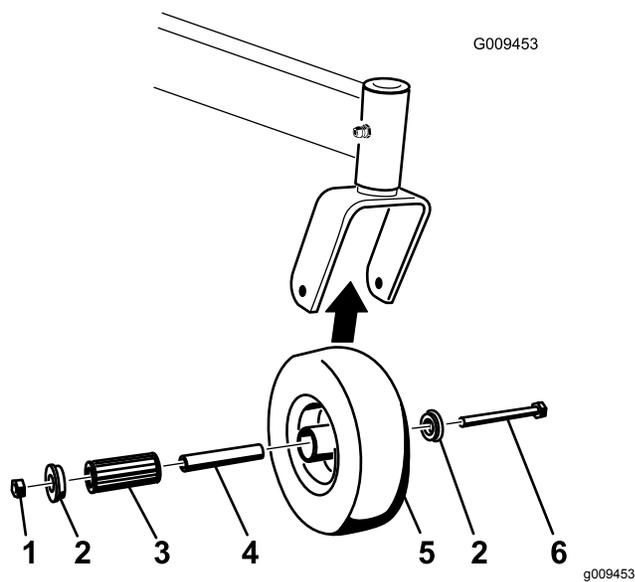

Figura 61
1. Retire la contratuerca y el perno que sujetan la rueda giratoria a la horquilla (Figura 61).
2. Retire un casquillo, y tire del casquillo intermedio y del cojinete de rodillos para sacarlos del cubo de la rueda (Figura 61).
3. Retire el otro casquillo del cubo de la rueda y limpie la grasa y la suciedad del cubo de la rueda (Figura 61).
Nota: Repare o cambie cualquier pieza dañada o desgastada (Figura 61).
5. Coloque un casquillo en el cubo de la rueda (Figura 61).
6. Engrase el cojinete de rodillos y el casquillo intermedio y deslícelos en el cubo de la rueda (Figura 61).
7. Coloque el segundo casquillo en el cubo de la rueda (Figura 61).
8. Instale la rueda giratoria en la horquilla y fíjela con el perno y la contratuerca (Figura 61).
9. Apriete la contratuerca hasta que el casquillo intermedio se apoye contra el interior de las horquillas de las ruedas giratorias (Figura 61).